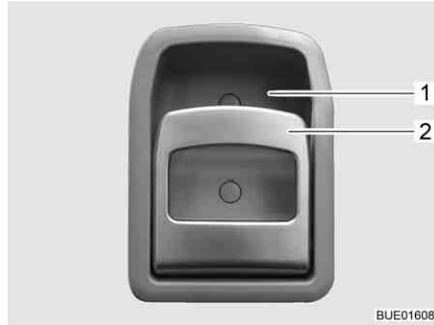

Fig. 58 Serrure de la porte cellule, à l'intérieur
- Tirer sur la poignée (Fig. 58,2). La serrure de la porte se déverrouille et s'ouvre.
- Appuyer sur la poignée (Fig. 58,2) en haut en direction de l'évidement (Fig. 58,1) dans lequel elle repose. La serrure de la porte se verrouille.